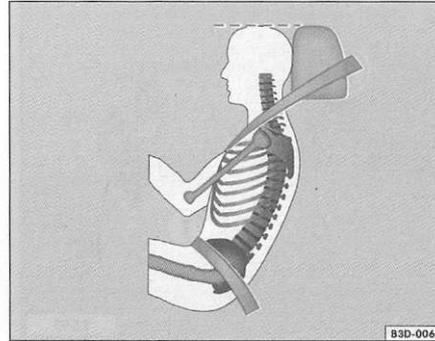

Fig. 12 Posições corretas do cinto de segurança e do apoio para cabeça, vistas de lado
- O cadarço subabdominal do cinto de segurança deve ser colocado sobre a região pélvica e nunca sobre o abdômen. O cinto de segurança deve ficar bem ajustado à região pélvica do passageiro => fig. 12. Se necessário, reajuste o cadarço do cinto de segurança.